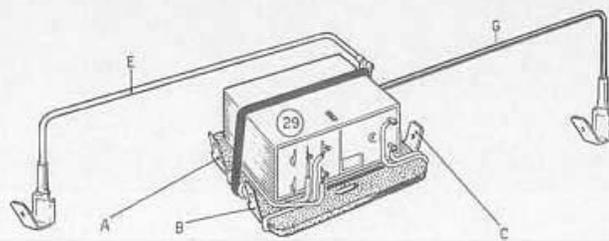

Fig. 119
- e) collegare i due faston dei due fili Verdi, distaccati in precedenza, ai due morsetti A e B del nuovo relais 29 (vedi fig. 119).
- e) connect the two lucars of the two Green wires previously detached, to A and B terminals of the relay 29 (see fig. 119).